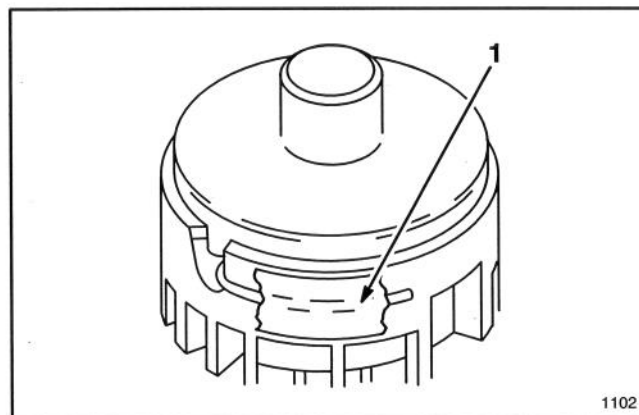

Figure 10
1. Pour éviter que le fil ne s'emmêle pas pendant l'expédition, l'extrémité de ce fil a été collée sur la tête de coupe. **Enlever la bande adhésive avant de démarrer l'appareil** (Fig. 10).